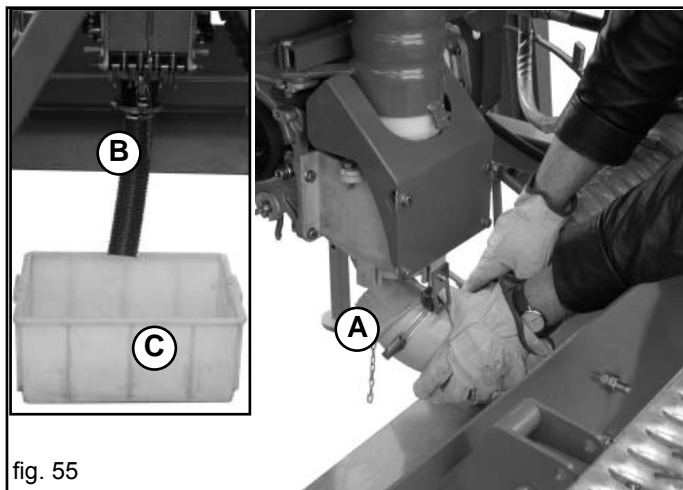

fig. 55
- 2) Retirer la courbe placée sous le canal de l'injecteur (A, Fig. 55), desserrer le dispositif de fermeture rapide.
- 3) Raccorder à sa place le tube de récolte fourni en dotation (B, Fig. 55) et à l'autre extrémité du tube, placer un bac de récolte (C, Fig. 55).